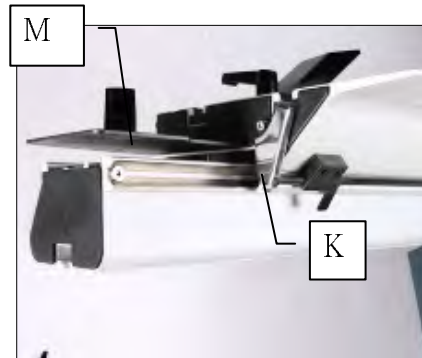

fig 4-6.3
- Move sliding table M(fig 4-6.3) lock knob K(fig 4-6.3)